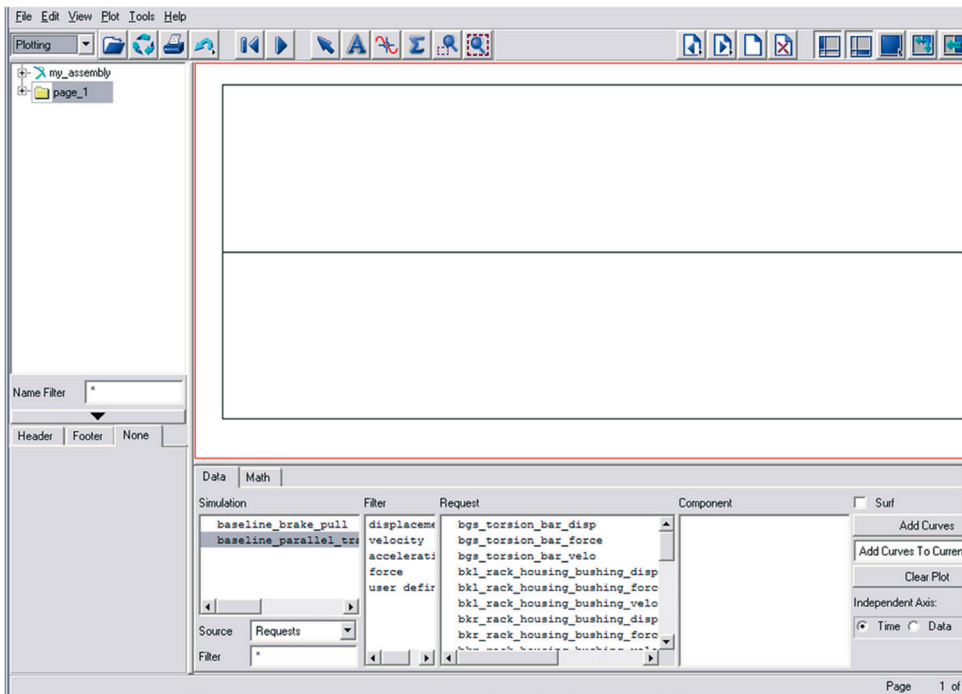

Figura 4.145 – Interface *PostProcessing*.
- Menu *Review* → *Postprocessing Window*. Caso deseje, o usuário poderá utilizar o atalho correspondente à tecla F8 do teclado. A Figura 4.145 ilustra a interface *PostProcessing*.